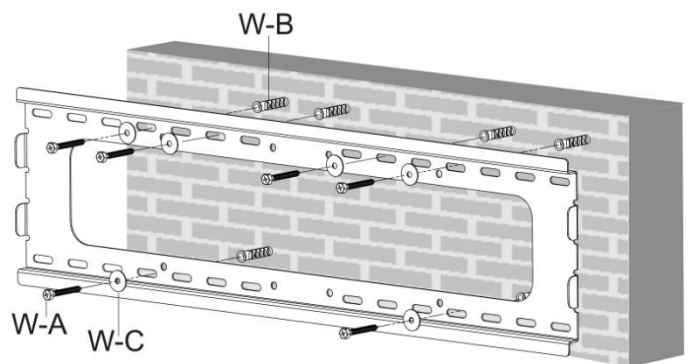

Abb. 4
- Bohren Sie mindestens 60 mm tiefe Löcher mit einem 10-mm Steinbohrer. Stecken Sie in jedes Loch einen Betondübel (W-B). Befestigen Sie die Wandplatte mit 6 Schrauben (W-A) und sechs M6-Unterlegscheiben (W-C) (siehe Abb.4).